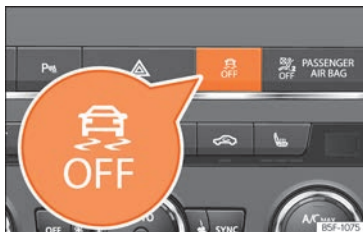

Abb. 257 Mittelkonsole: Taste zum Ein-/Aus-schalten von ESC und ASR
- Taste »»» **Abb. 257** etwa 1 Sekunde lang drücken, um den ESC Sportmodus einzuschalten.
- Die Taste »»» **Abb. 257** länger als 3 Sekunden drücken, und die elektronische Stabilitätskontrolle (ESC) wird einschließlich ASR ausgeschaltet. Am Bildschirm des Kombiinstrumentes schaltet sich die Kontrollleuchte ein und **ESC OFF** wird dauerhaft eingeblendet.
»» **Abb. 257.**